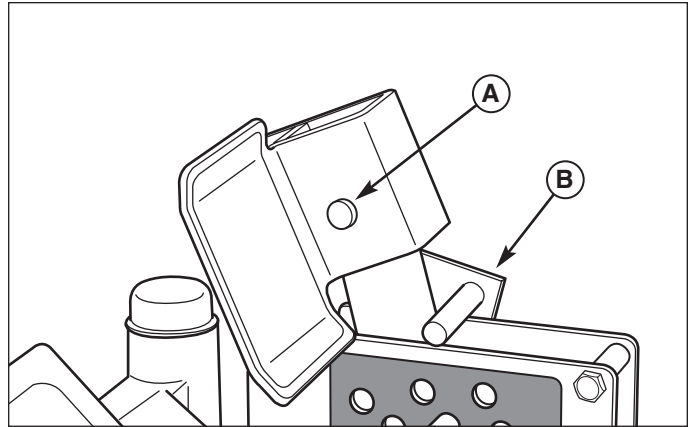

Figura 36. Quitar pedal elevador
- Quite la horquilla y el pasador de horquilla y quite el pedal elevador de la cubierta. Levante la placa del piso para obtener acceso a la banda de tracción del PTO. Vea la Figura 36.